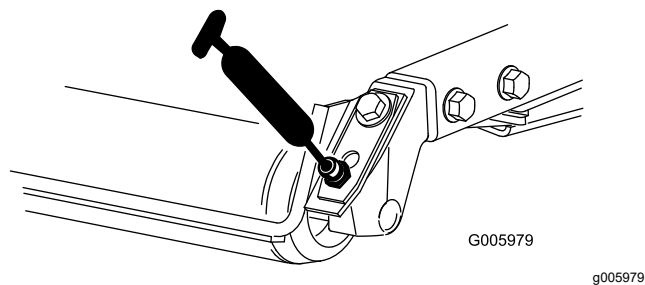

Figura 55
- Rulmeni cu role spate (2 per unitate de tăiere), aa cum se arată în Figura 55